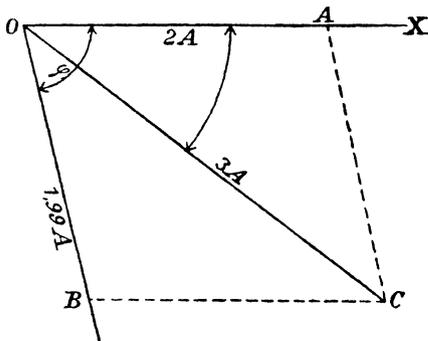
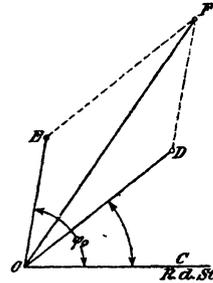

Fig. 139.
Fig. 141.
Zu f): Die Lösung erfolgt graphisch (Fig. 139). Es sei  $OX$  die Richtung der gemeinsamen Spannung, dann fällt die Richtung des Stromes der Glühlampe mit  $\overline{OX}$  zusammen, man mache  $\overline{OA} = 2$  A. Der Strom in der Spule bleibt um den Winkel  $\varphi$  ( $\text{tg } \varphi = 6,8$ ) gegen die Spannung zurück. Man zeichne daher den  $\sphericalangle \varphi$  und trage auf dem freien Schenkel  $\overline{OB} = 1,99$  A ab. Die Diagonale  $\overline{OC}$  gibt dann den Strom in der unverzweigten Leitung. Die Ausmessung liefert  $\overline{OC} \cong 3$  A.
**Lösung:** Die Stromstärke  $J'$  der brennenden Lampen ist gegen die zugehörige Klemmenspannung um den  $\sphericalangle$  COA (Fig. 139) verschoben. Die Klemmenspannung der beiden brennenden Lampen beträgt  $2 \cdot 25 = 50$  V, welche Spannung in Fig. 141 auf dem freien Schenkel des Winkels COA der Fig. 139 abgetragen wurde. Es ist also  $OD = 50$  Volt (50 mm). Die Spannung der Spule der erloschenen Lampe ist 34,7 Volt geworden, welche Spannung gegen den Strom um den Winkel  $\cos \varphi_0 = 0,14$  (Lösung zu c der Aufgabe 274) verschoben ist. Trägt man auf dem freien Schenkel  $OE$  dieses Winkels 34,7 V (34,7 mm) auf, so ist die Resultierende  $OF$  aus  $OE$  und  $OD$  gleich der gesuchten Gesamtspannung. Die Messung gibt  $OF = 80$  V (80 mm).